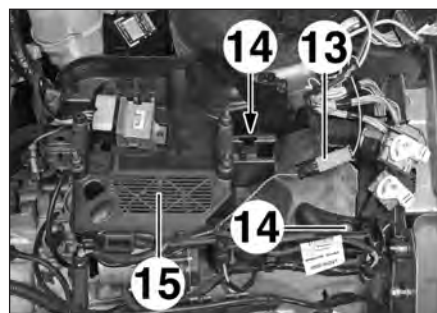

FIG.107
- Débrancher le connecteur (13) (Fig.107).
- les vis (14),
- le bac du boîtier de servitude et de gestion moteur (15).